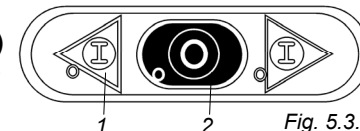

Fig. 5.3.1
5.3 - Verifica efficienza del pulsante di arresto (fig. 5.3.1)
5.4 - Avviamento della macchina (fig. 5.3.1)
Per avviare la macchina, basta premere il pulsante di marcia "1" Fig. 5.3.1, dopo aver collegato correttamente la spina alla presa della corrente elettrica e la macchina si aziona.
5.5 - Arresto della macchina (fig. 5.3.1)
Per arrestare la macchina, basta premere il pulsante di arresto, "2" Fig. 5.3.1 e la macchina si ferma